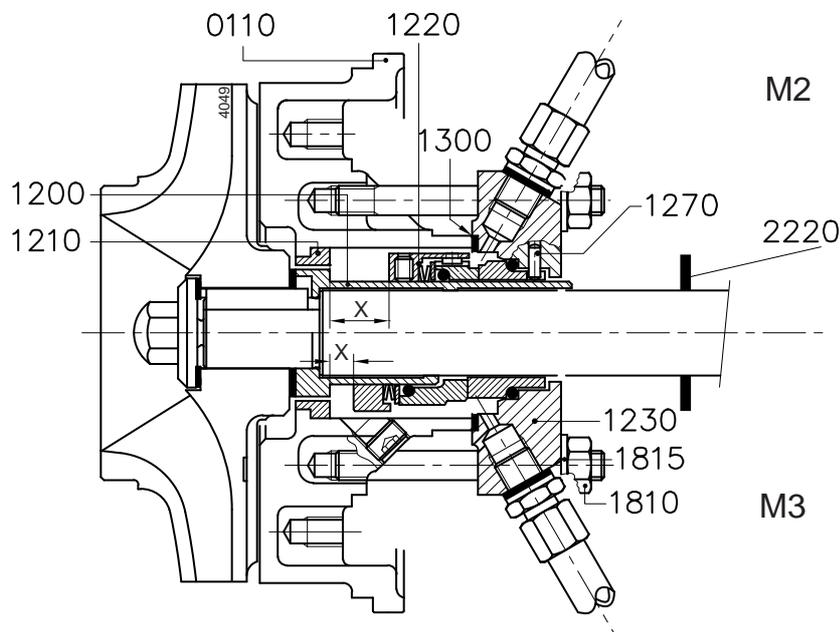

Abbildung 12: Gleitringdichtung M2-M3.
Die verwendeten Positionsnummern beziehen sich auf Abbildung 12.
- 6 Sichern den rotierenden Teil der Gleitringdichtung auf der Wellenschutzhülse, gemäß Maß X in nachstehender Abbildung 4, siehe auch Abbildung 12.